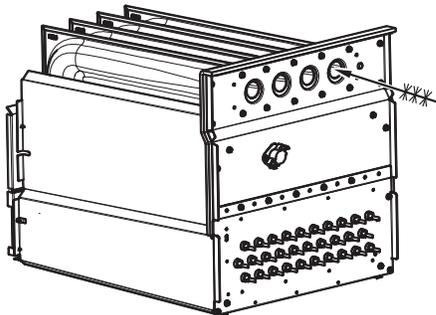

Fig. 72 – Limpieza de la celda del intercambiador de calor A11273SP
7. Limpie las aberturas del intercambiador de calor con un cepillo suave y una aspiradora; consulte la Fig. 72.